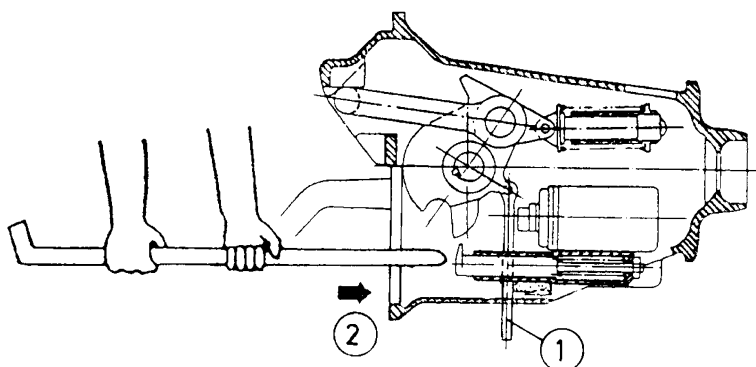

Figura D-1. Desenclavamiento de la varilla de trinquete
- Para ello, sacar de su enclavamiento la varilla de trinquete (1, Figura D-1), mediante un golpe seco dado, desde la parte delantera, con una barra través del orificio en el lado del cráter de la cabeza del enganche (2).